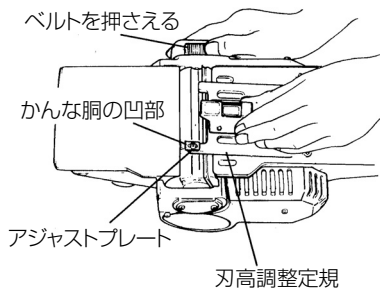
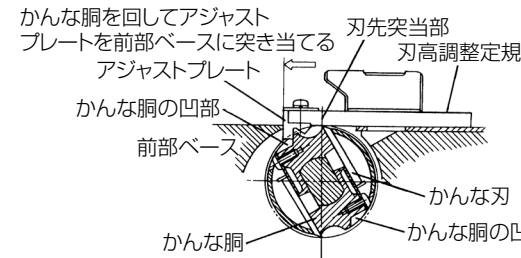

図 13
図 14
- (4) 刃高調整定規を持ち、その刃先突当部で刃先を押しながら、定規先端部のアジャストプレートをかかな胴の凹部に入れます。(図 13、図 14)
- (5) ベルトでかな胴を前部ベース側に回し、アジャストプレートを前部ベースに突き当てます。(図 14)